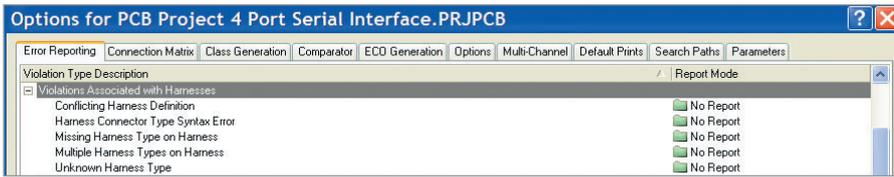

Рис. 12. Предупреждения, связанные со жгутами
- *Violations Associated with Harnesses* – предупреждения, связанные со жгутами (см. рис. 12). Не рассматриваются в данной статье. Если на схеме не используются жгуты, то все нарушения данной группы можно выключить из проверки.